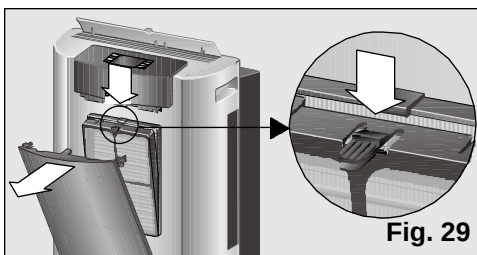

Fig. 29
Tutti i modelli sono provvisti di un filtro base d'aria che bisogna pulire nel tempo, **Fig. 28**. In merito bisogna soltanto premere il fermaglio situato nella parte superiore ed estrarlo dalla sua sede, **Fig. 29**. Per lavarlo basta sciacquarlo in acqua del rubinetto, asciugarlo e rimetterlo a posto.
- Estraiete il filtro base dell'attrezzatura, **Fig. 29**.